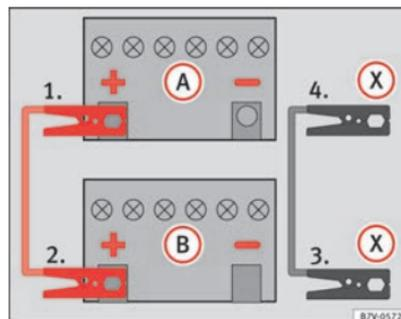

Abb. 220 Anschlussschema für Fahrzeuge mit Start-Stopp-System.
- **Bei Fahrzeugen mit Start-Stopp-Betrieb:** Klemmen Sie ein Ende des *schwarzen* Starthilfekabels (X) an einen geeigneten Masseanschluss, ein massives, fest mit dem Motorblock verschraubtes Metallteil oder an den Motorblock selbst an ⇒ Abb. 220.
5. Klemmen Sie das andere Ende des *schwarzen* Starthilfekabels (X) im Fahrzeug mit der entladenen Batterie an ein mit dem Motorblock verschraubtes massives Metallteil oder an den Motorblock selbst, aber an einer weit von der Batterie (A) entfernten Stelle an.